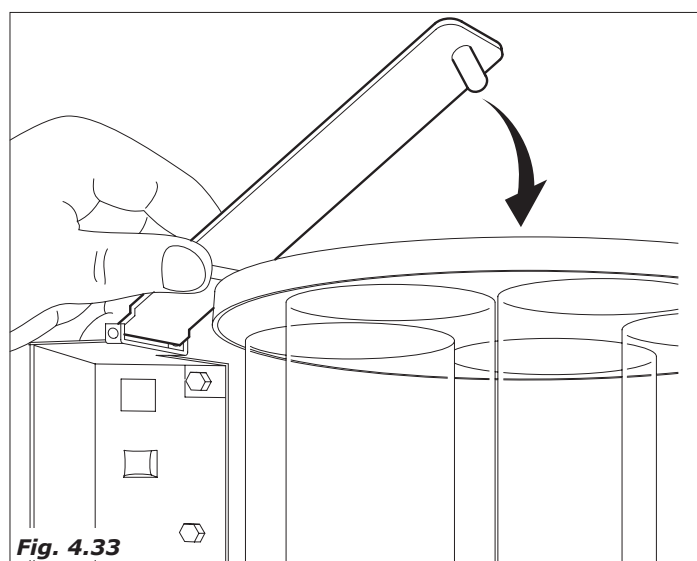

Fig. 4.33
- Rimettere il coperchio della colonna bicchieri ed agganciare la staffa superiore (Fig.4.33).